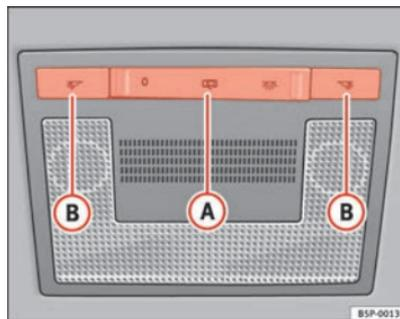

Fig. 80 Ciel de pavillon : plafonnier avant
La commande ⇒ fig. 80 (A) vous permet de sélectionner les positions suivantes :
Placez la commande en position O ⇒ page 131, fig. 80.